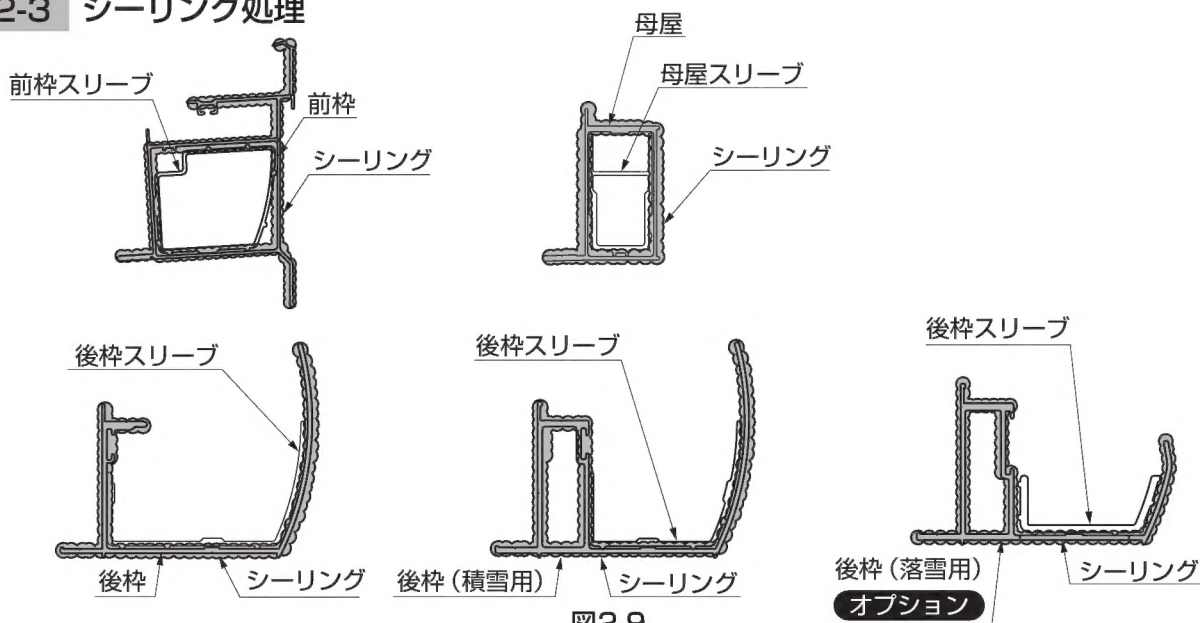

図2-9
- ①連棟部分にシーリング材を充てんしてください。(図2-9参照)